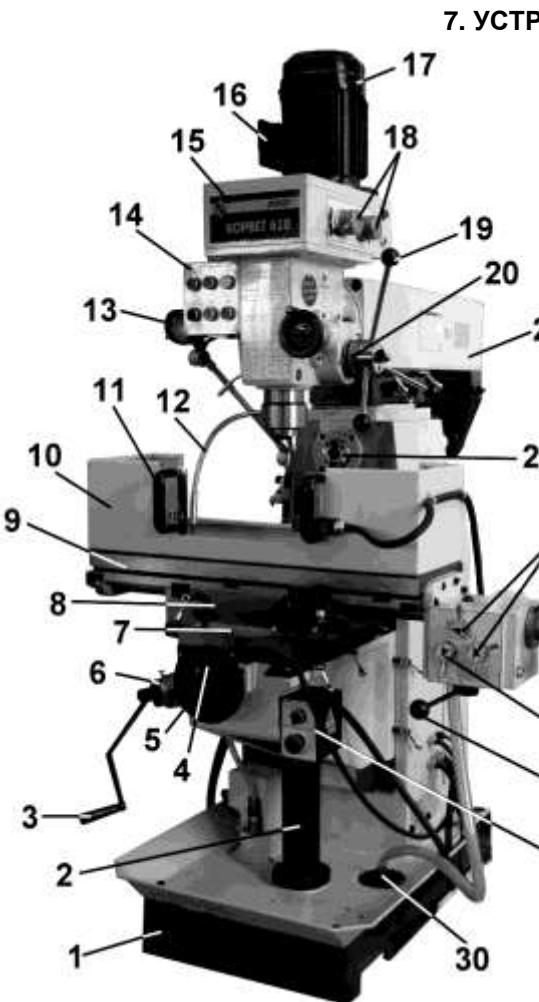

Рис.5
7.1. Станок состоит из следующих сборочных единиц и деталей (Рис. 5;6)